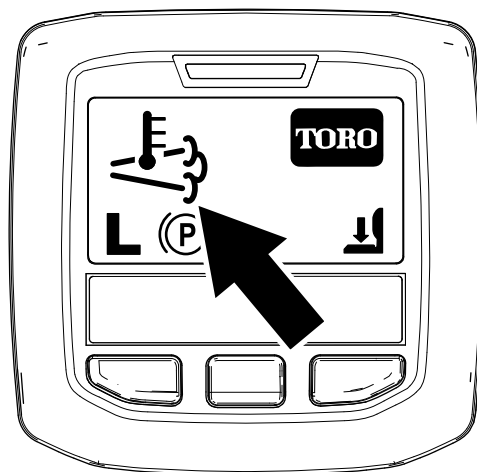

Figura 41
- O ícone da temperatura de escape elevada surge no InfoCenter (Figura 41).